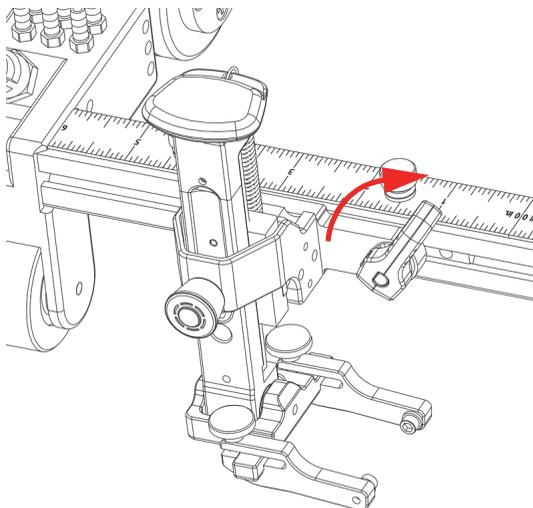

Figure 2-13 Support de sonde fixé en place
4. Tournez le levier de positionnement dans le sens horaire pour verrouiller le support de sonde en place (Figure 2-13 à la page 45).